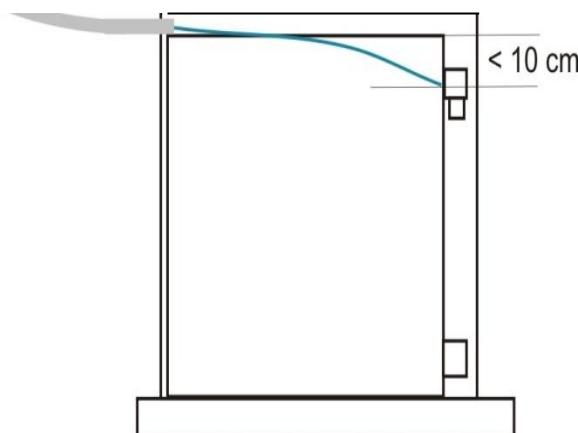

Abb. 4:Funktionsprüfung Wasserdruck des Umlaufkühlers
- ◆ Halten Sie das freie Schlauchende waagrecht an den Rand des Tanks (siehe Abb. 4:) und prüfen Sie, ob der Wasserstrahl bis zur gegenüberliegenden Wand des Vorratstanks reicht. Dabei sollte der Wasserstrahl der Vorlaufleitung weniger als 10 cm von der Waagrechten abfallen.